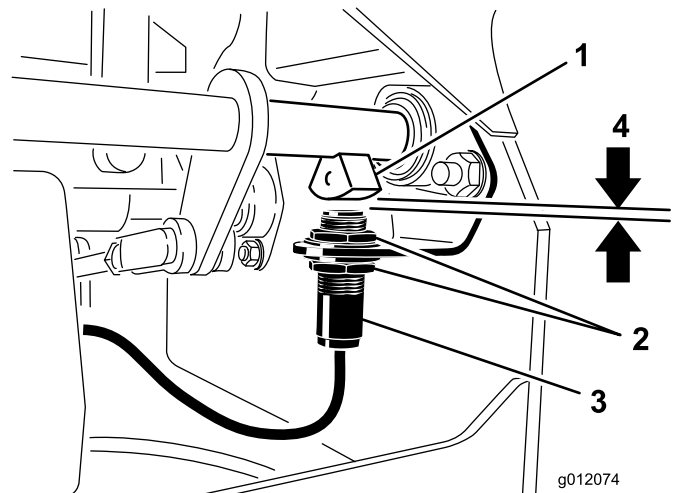

図 53
4. ブレーキ・シャフト・センサーとインタロック・スイッチのプランジャとの距離が 3.9 mm になるように、スイッチの位置を上下させて調整する(図 53)。